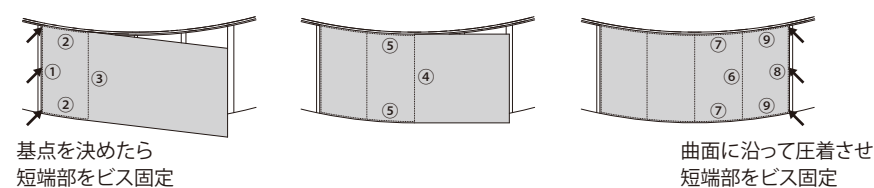

図9 貼り進める順番
②基点側の短端部ビス固定
- 図9の①②の位置をしっかりと壁面へ押さえながら、短端部へ3箇所以上ビス固定します。
③圧着固定
- 図9の様に(①～⑨の順に)曲面に沿わせて両面テープを圧着させながら、順番に固定していきます。
④端部ビス固定
- 図9の様に曲面に沿わせて圧着させながら曲げた後、基点の反対側の短端部を3箇所以上ビスで固定します。状況により、他の箇所にも適宜ビスによる固定を行って下さい。